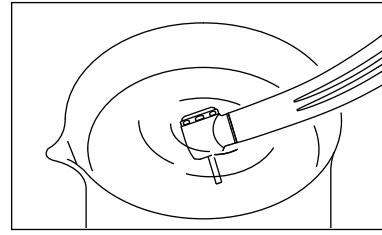

Fig. 8
- 3) Yarım bardak su içerisinden başlığı çalıştırınız. (Fig. 8).